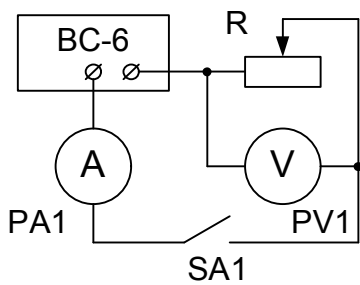
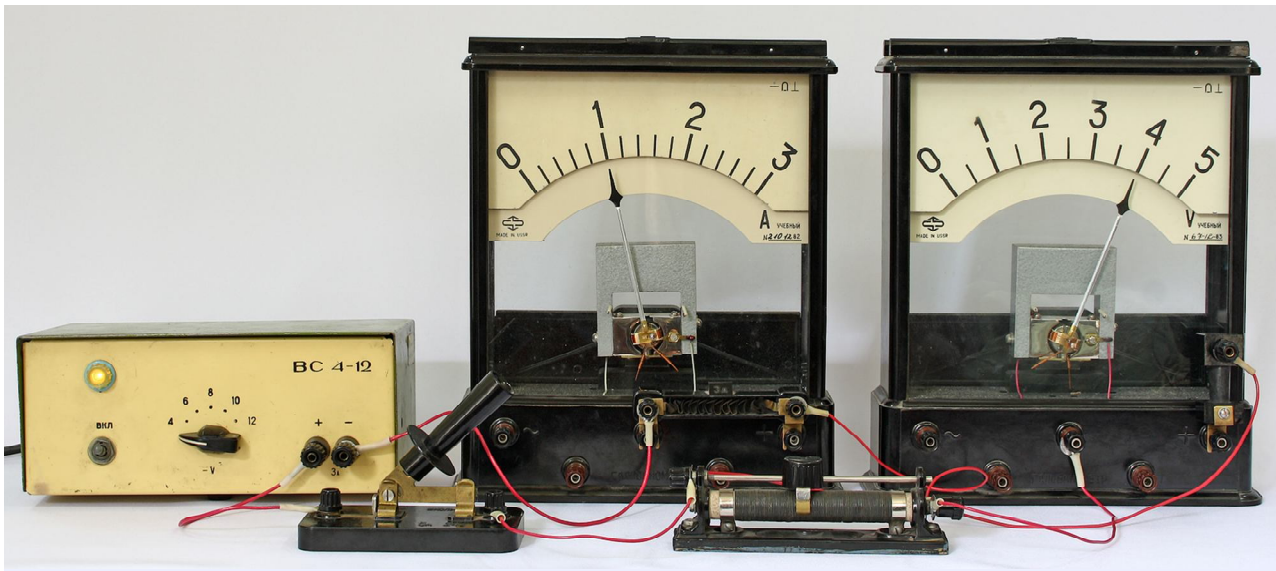

Рис. 9
Рис. 10
1. Електричне коло в цьому завданні складається з джерела постійного струму (випрямляч ВС-6 чи ВС 4-12), споживача – лабораторного реостата (6 Ом, 2 А) чи демонстраційного магазину опорів (10 Ом, 0,5 А), демонстраційного амперметра, демонстраційного вольтметра і ключа. Електрична схема кола зображена на рис. 9, зовнішній вид зібраного кола – на рис. 10.